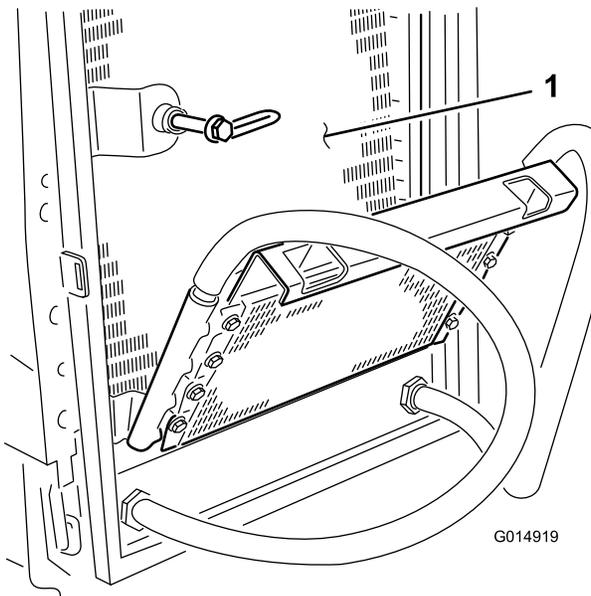

Figura 44
7. Limpie a fondo ambos lados del enfriador de aceite y del radiador (Figura 44) con aire comprimido.